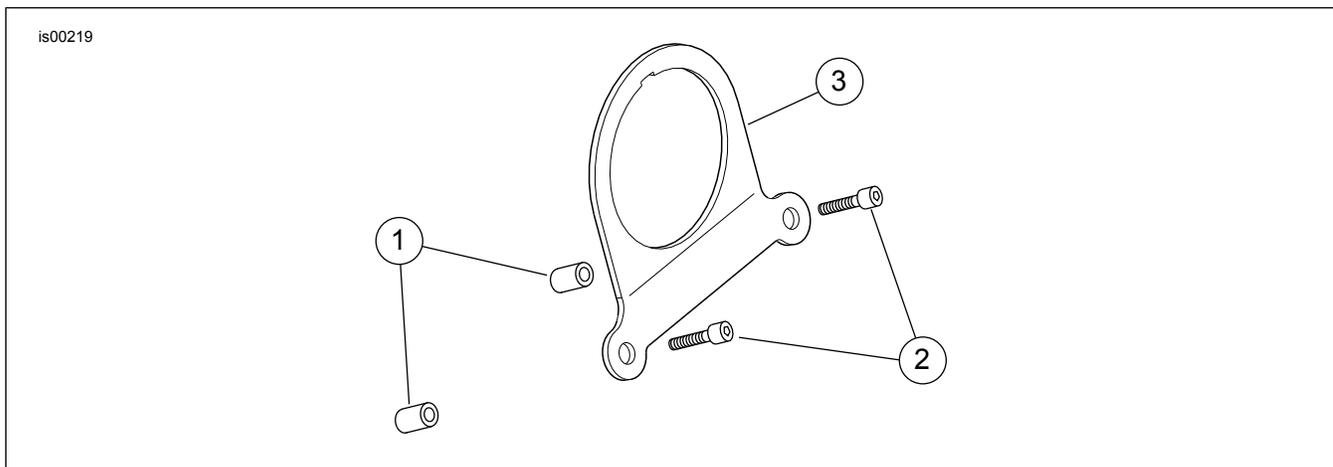

Figura 1. Piezas de servicio para el kit de pieza de soporte del mini tacómetro Sportster
Vea la Figura 1 y la Tabla 4.
3. Vea la Figura 1. Deslice el tacómetro en el soporte del tacómetro (3) desde adelante alineando la muesca en el tacómetro con la muesca en la junta de aislamiento.
1. Vea la Figura 1. Extraiga los dos tornillos delanteros de la abrazadera del manillar.
2. Coloque los espaciadores (1) en los ensanchamientos vacíos de los tornillos de la abrazadera.
3. Coloque conjunto del soporte del tacómetro (3) y tacómetro, sin apretarlo, en la abrazadera del manillar con los tornillos de casquete (2).